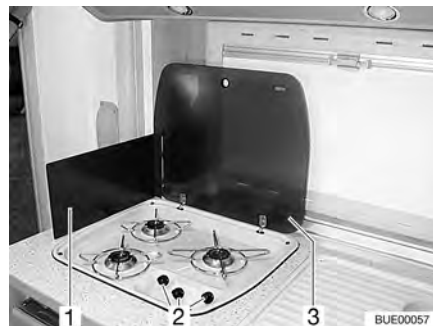

Fig. 180 Fornello a gas
- Aprire la copertura del fornello a gas (Fig. 180,3).
- A seconda del modello, ribaltare o posizionare la lastra proteggifiamma (Fig. 180,1).
- Ruotare il pomello girevole (Fig. 180,2) dell'impianti a fiamma libera desiderato in posizione accesa (fiamma alta).